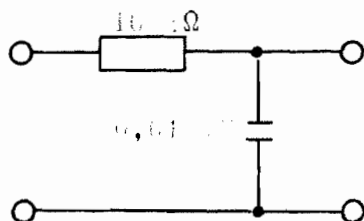

Bild 2
2.2.4 Brusfilter för förenklad avläsning av restbrum enligt bild 2.